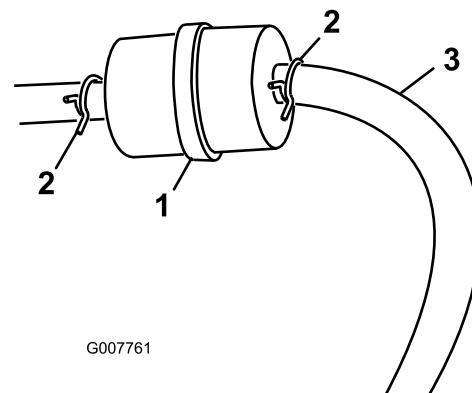

Figura 30
3. Apriete los extremos de las abrazaderas y deslícelas por el tubo alejándolas del filtro (Figura 30).
5. Instale un filtro nuevo y acerque las abrazaderas al filtro (Figura 30).
3. Afloje la abrazadera cerca del filtro de combustible y deslícela por el tubo, alejándola del filtro de combustible (Figura 30).
4. Desconecte el tubo de combustible del filtro de combustible (Figura 30).
- Nota:** Deje que el combustible se drene en un recipiente (Figura 30).
5. Instale el tubo de combustible en el filtro de combustible. Acerque la abrazadera al filtro de combustible para fijar el tubo de combustible (Figura 30).